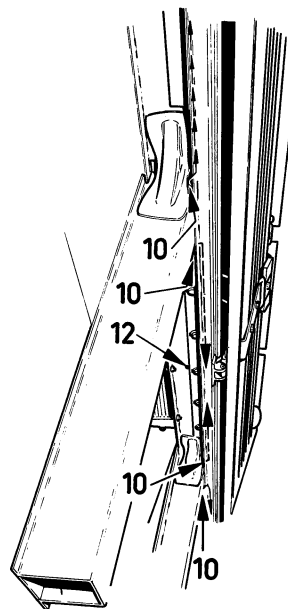

Fig. 2.
4. Boor gat 12 (Ø 12 mm) in het midden van de voorfrontbalk (fig. 2), direct achter de grille.
4. Forer le trou 12 (Ø 12 mm) au centre du caisson transversal du tablier (fig. 2), immédiatement derrière la calandre.
5. Voer de spuitkop via het geboorde gat 12 (fig. 2) zover mogelijk naar links in de voorfrontbalk. Trek de kop al spuitend langzaam terug. Behandel op dezelfde manier de rechterzijde van de voorfrontbalk.
11. Spuit via de aanwezige gleuven 10 (fig. 2) links en rechts van de voorfrontstijlen in de holle ruimte tussen de voorfrontbeplating en de voorfrontbalk.
11. Par les endroits ajourés 10 (fig. 2) asperger dans l'espacement à gauche et à droite entre le tablier et la poutre-caisson.